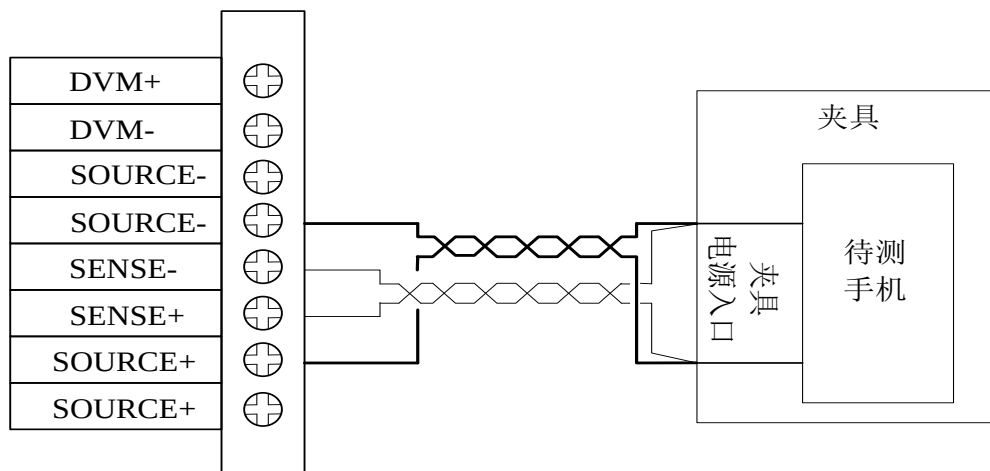

图 5.2 远端感应连接方式
将后面板上活动的输出与测量端子（见图 3.3 中后面板①②所示）取下，根据后面板上的引脚定义将源线（SOURCE 线）与馈线（SENSE 线）固定到接线端子上，然后将端子插入后面板并锁紧。图 5.2 显示了电源与被测设备的 4 线远端连接方式。其中 SOURCE+与 SENSE+、SOURCE-与 SENSE-分别在夹具或负载电源入口端口短接。